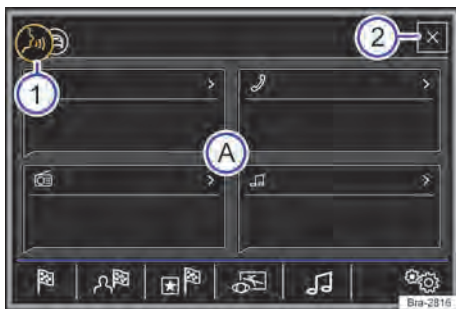

Fig. 147 Comando de voz: exibição do menu de ajuda e elementos falados.
- Somente falar os comandos de voz quando os sons sinalizadores e orientações faladas terminarem e o símbolo  → Fig. 147  aparecer no display.
É exibido um menu auxiliar com os comandos de voz mais importantes das áreas ativas (por exemplo navegação) → Fig. 147 . A exibição do menu auxiliar pode ser ligada e desligada no menu **Configurações do comando de voz** → Página 194.
Somente falar os comandos de voz quando os sons sinalizadores e orientações faladas terminarem e o símbolo  → Fig. 147  aparecer no display.